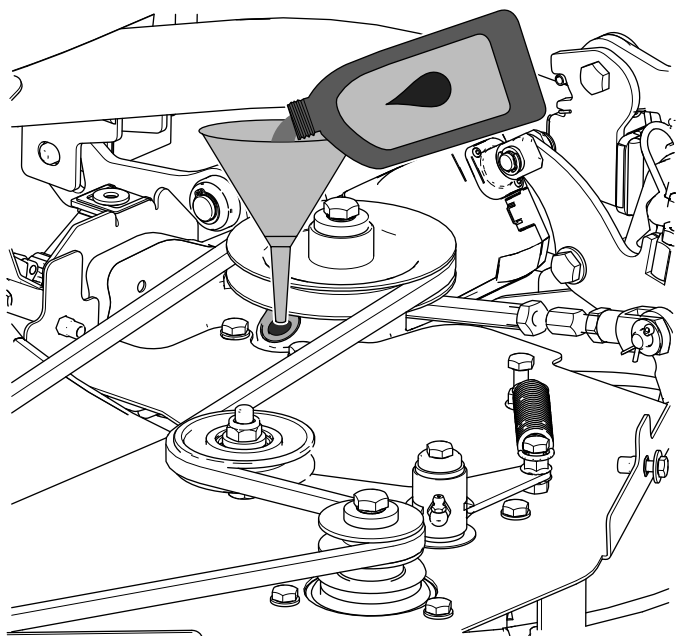

Figura 96
2. Aggiungete con un imbuto l'olio specificato nella scatola ingranaggi tramite il foro del tappo (Figura 96).